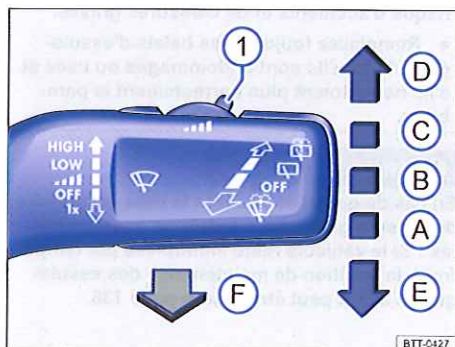

Fig. 87 À côté du volant : levier d'essuie-glaces pour la commande des essuie-glaces avant.
| (B) | | Balayage intermittent du pare-brise Réglez les niveaux d'intermittence (véhicules sans détecteur de pluie/luminosité) ou la sensibilité du détecteur de pluie/luminosité à l'aide de la commande ⇒ fig. 87 (1). |
- Poussez brièvement le levier d'essuie-glace vers le bas \Rightarrow fig. 87  : les essuie-glaces se déplacent en position de maintenance.